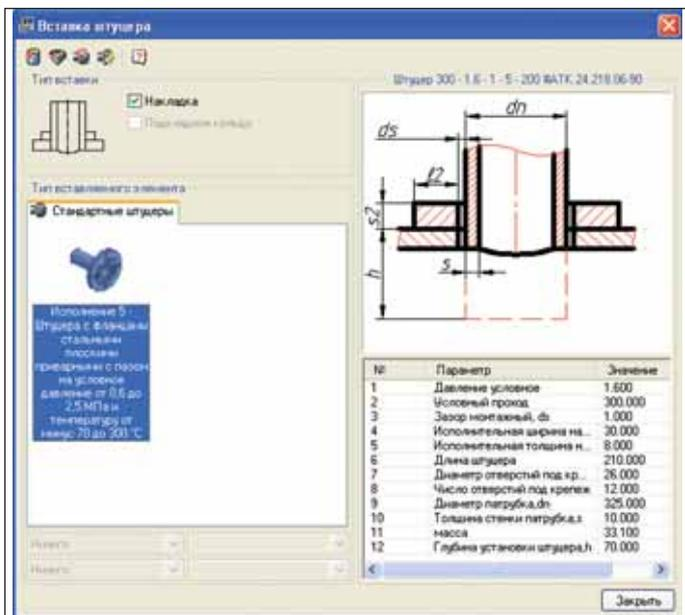

Рис. 18. Выбор параметров вставки штуцера
- исполнительная толщина накладного кольца, s – 2-8 мм (рис. 18).